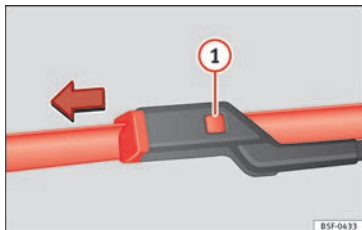

Abb. 78 Scheibenwischerblätter der Frontscheibe auswechseln.
- Entriegelungstaste » » **Abb. 78 1** gedrückt halten und gleichzeitig das Scheibenwischerblatt in Pfeilrichtung abziehen.